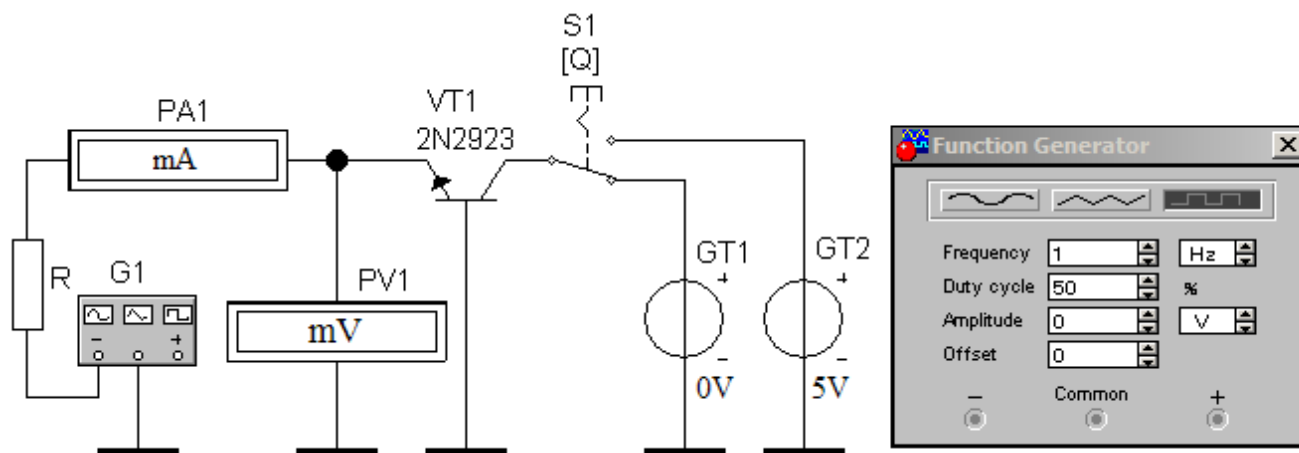

Figura 2 – Circuitul de ridicare a caracteristicilor de intrare $I_e = f(U_{e-b})/U_{c-b} = \text{const.}$
1.1 Accesați programul „*Electronics Workbench*”, care se află pe suprafața de lucru a calculatorului, prin clic dublu stânga pe iconița respectivă. Apoi deschideți mapa „*luc_lab_deme*” din discul „D”, intrați în mapa „*tr_bipol_BC*” și deschideți fișierul „*tr_bip_bc_01.ewb*”, pe ecran apare circuitul din figura 2. În circuit sunt utilizate: